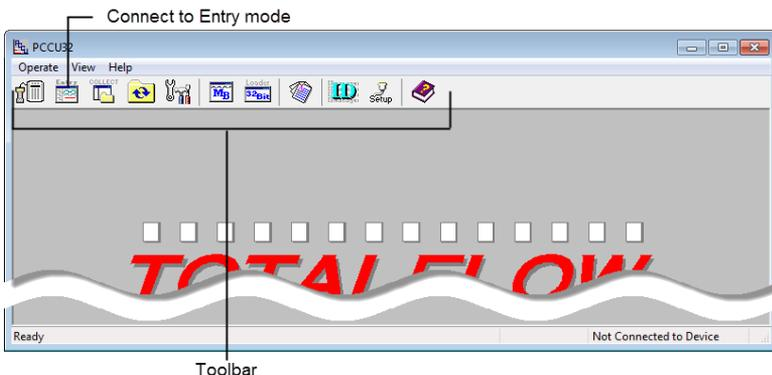
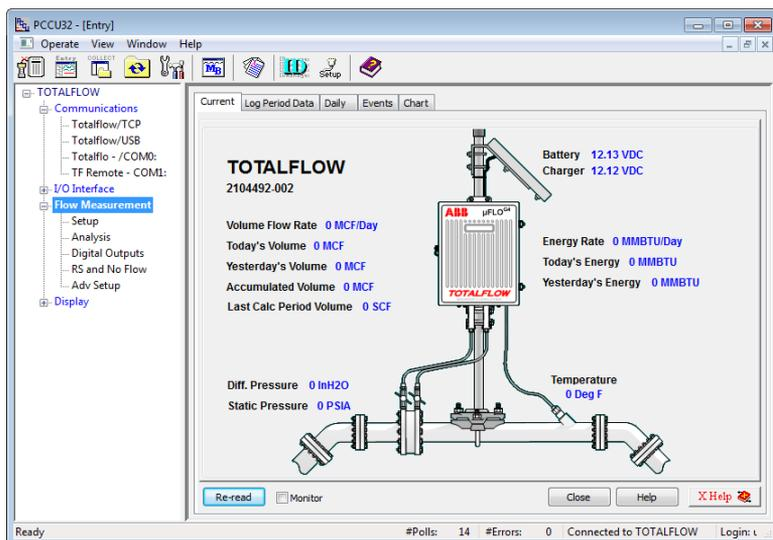

Figura 15: Tela de conexão local
Figura 16: Interface de usuário
4. Clique no ícone **Entry** (Entrada) na barra de ferramentas do PCCU32 (Figura 15) para se conectar ao computador de fluxo e vá diretamente para a interface do usuário da **Entry mode** (Modo de entrada) (Figura 16).